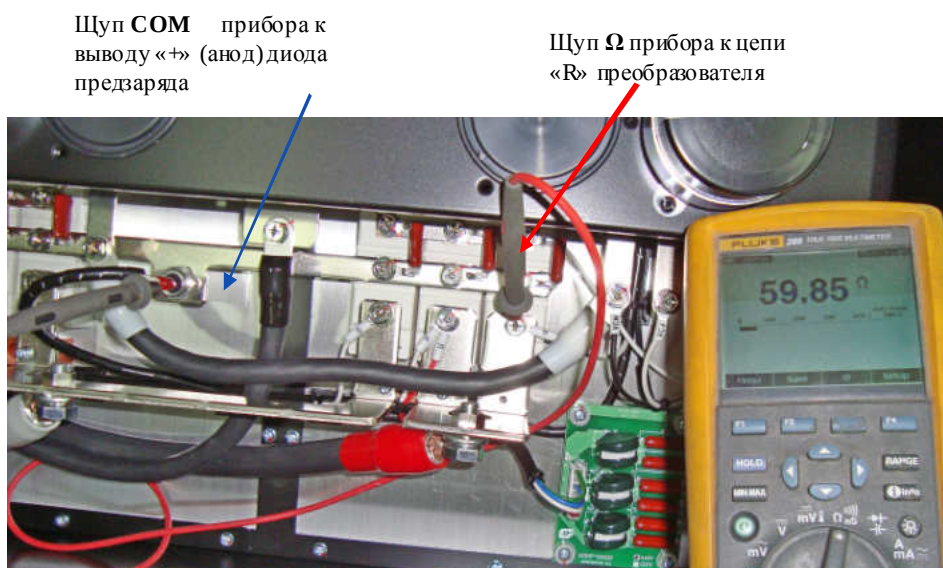

Рис. 4.15.
4.10.4. Проверить резистор предзаряда (рис. 4.15), подсоединя мультиметр в режиме измерения сопротивления к цепи «R» и к выводу «+» (анод) диода предзаряда. Показания прибора должны быть в пределах $60 \text{ Ом} \pm 10\%$. При иных показаниях прибора резистор предзаряда считается неисправным и подлежит замене.